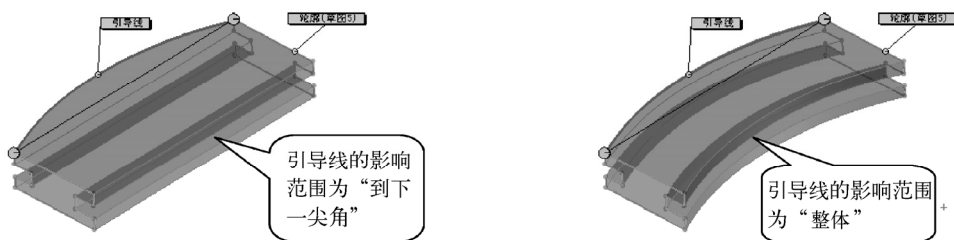

图 3-54 设置“引导线感应类型”的作用
- **“引导线”** 卷展栏：“放样”特征的“引导线”卷展栏与“扫描”特征相比，增加了设置引导线影响范围的“引导线感应类型”下拉列表（其作用如图 3-54 所示），另外还可设置拉伸面与引导线的相切类型。